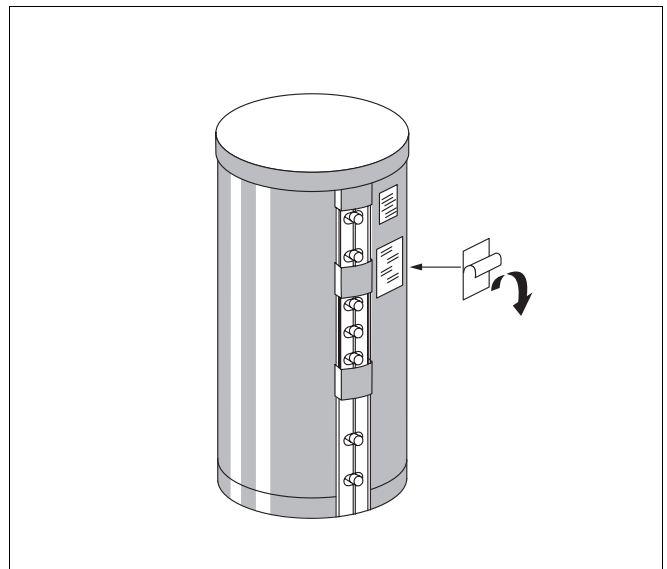

Fig. 9 Pose de la plaque signalétique
- Retirer la pellicule de protection sur l'arrière de la plaque signalétique et coller la plaque en-dessous de la plaque plus petite déjà en place (fig. 9).